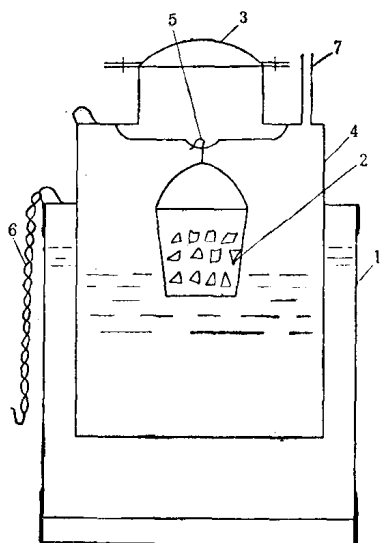

图 2-2 浸离式乙炔发生器构造图
① 浸离式乙炔发生器 这种型式的乙炔发生器，结构简单轻便，便于移动，产生的气体压力较低（见图 2-2），目前基本建设及设备安装单位，厂矿检修车间，公社农机站等使用较多。